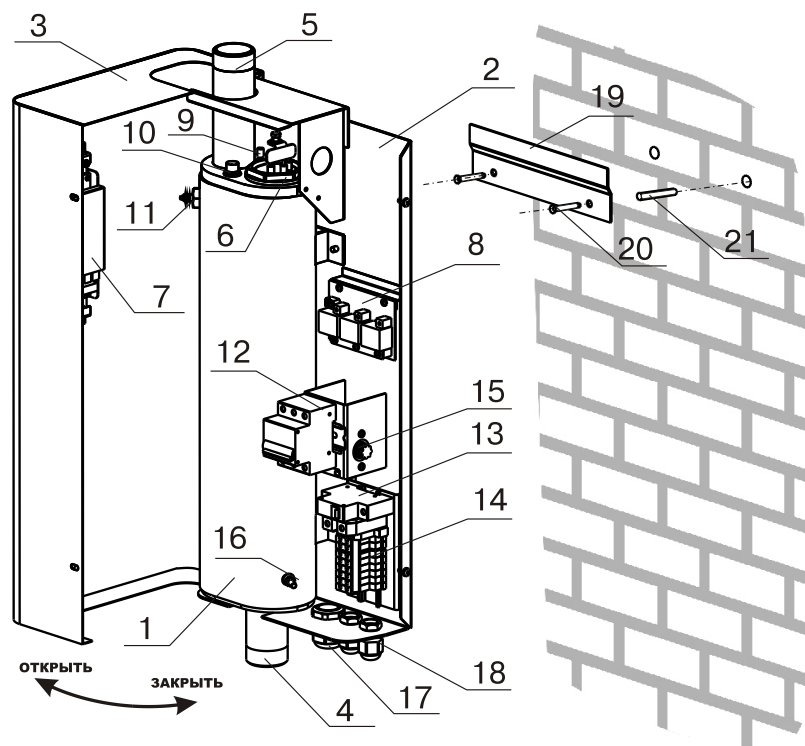

Рис.1 Конструкция электроводонагревателя и способ его крепления к стене
5.1. Электроводонагреватель (Рис.1) состоит из корпуса (1) сварной конструкции с фланцами, патрубком входа воды (4) и патрубком выхода воды (5), имеющих резьбу G1 1/2-В. В верхней части корпуса установлен блок нагревательных элементов (6), датчик температуры воды (9), датчик перегрева (10) и датчик уровня воды (11). Корпус установлен на основании (2). Защитный кожух (3) выполнен из стального листа и служит для защиты обслуживающего персонала от ожогов и поражения электрическим током. Кожух подвешен на основании при помощи механизма, который позволяет не снимая кожух с электроводонагревателя, открывать и закрывать его в направлении, указанном стр.4
на Рис.1. При необходимости кожух можно легко снять с основания. Для этого необходимо отсоединить два разъема от блока управления (7), установленного на передней стенке кожуха (3), и приподнять кожух до разъединения его с основанием. Установку кожуха производится в обратном порядке. В закрытом состоянии кожух фиксируется на основании с помощью четырех винтов.
5.2. Для ввода и закрепления силового питающего кабеля предназначен кабельный ввод (17), для ввода кабелей от насоса, датчиков температуры воздуха и внешнего термостата предназначены кабельные вводы (18). Для присоединения циркуляционного насоса, датчика температуры воздуха в помещении и на улице, внешнего термостата имеются колодки (14). Циркуляционный насос подключен к питающей сети через автоматический выключатель (13).
- Закрепить кронштейн крепления на вертикальной поверхности в необходимом месте с помощью шурупов, входящих в комплект и установить на него водонагреватель как показано на Рис.1;
- Открыть кожух (3) как показано на Рис.1, предварительно выкрутив четыре винта крепления кожуха;